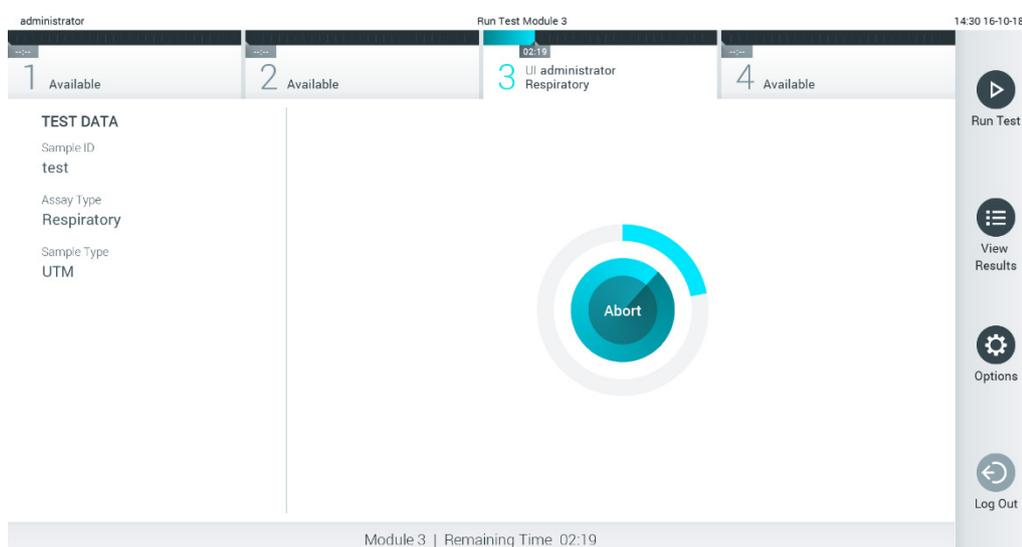

Figura 28. Tela de execuo do teste e exibo do tempo de execuo restante.
9. Enquanto o teste estiver em execuo, o tempo de execuo restante  exibido na tela sensvel ao toque (Figura 28).